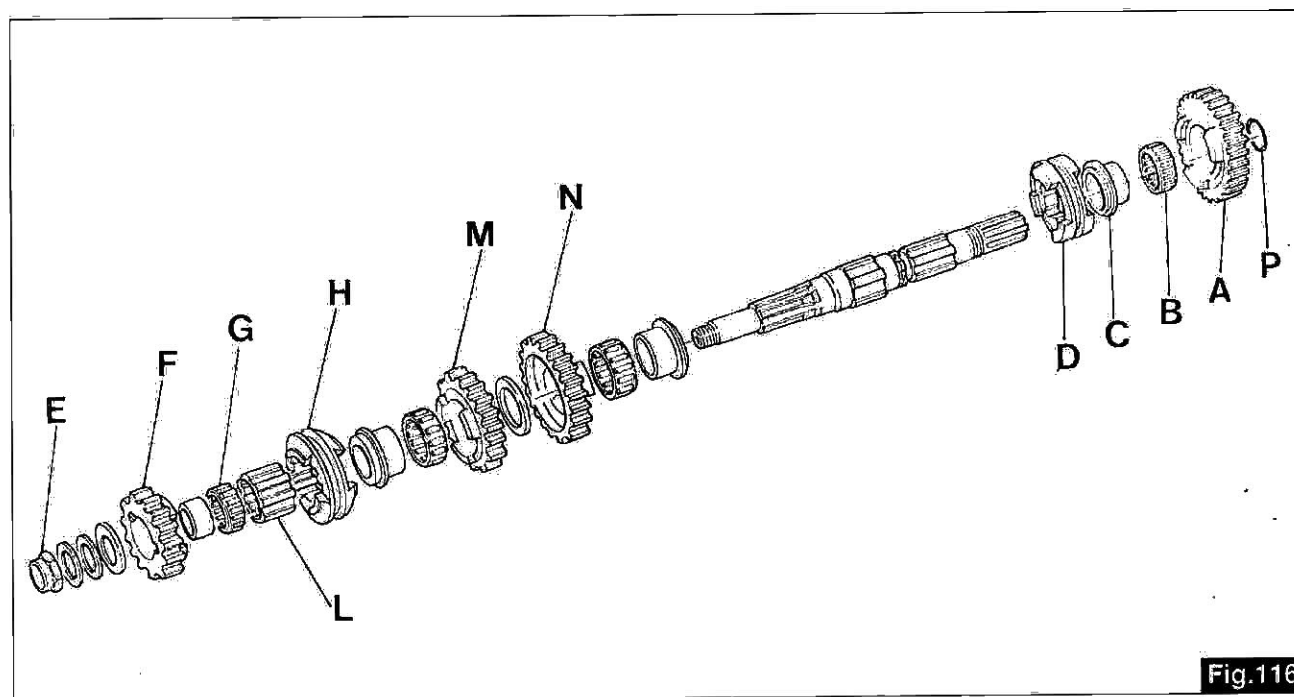

Fig.116
- montare sul lato 4^a velocità la rosetta di spallamento, quindi le rosette di aggiustaggio fino a che tra le rosette di aggiustaggio e l'ingranaggio 5^a velocità si raggiunga la quota prestabilita di mm 144,7÷145,2. (Per la misura togliere l'anello OR tra ingranaggio 1^a e 5^a velocità) («P» di fig.116);
- fit the shoulder washer on 4th speed side, or the adjusting washers, until the distance between the adjusting washers and the 5th speed gear reaches a preset distance of 144.7÷145.2 mm. (in order to carry out this measurement remove the OR ring between the 1st gear and the 5th speed) («P» in fig.116);